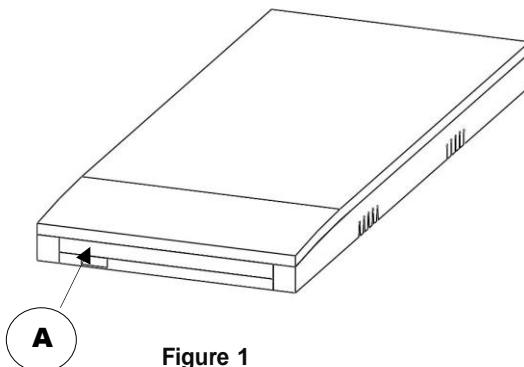

Figure 1
Modèle standard : le numéro de série (A) est situé à l'intérieur de la housse, sur le fond en mousse, près du coin droit côté pieds de la surface de soutien comme le montre la **Figure 1**. Pour trouver le numéro de série, ouvrir la fermeture à glissière de la housse sur environ 30 cm (12 po) pour accéder au cadre en mousse. Le numéro de série est visible à travers la séparation ignifuge si le modèle en est équipé.